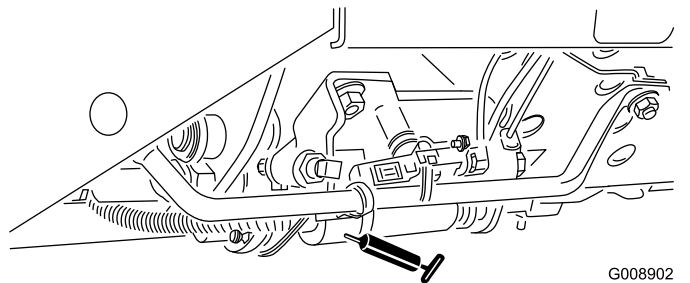

Figura 40
- Mando segar/transportar (Figura 40)